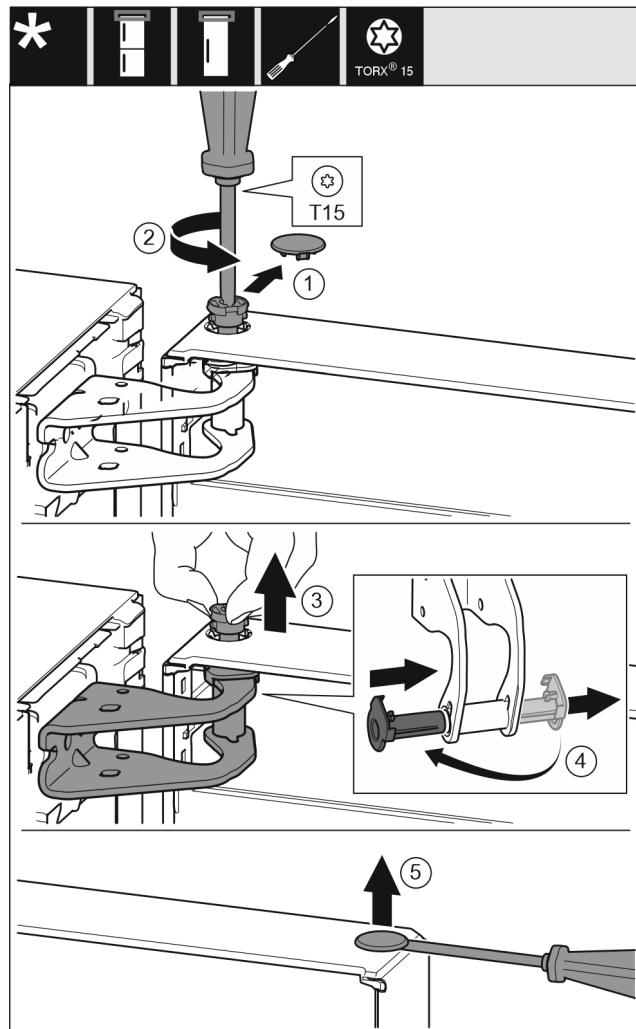

Fig. 9
- ▶ Enlever délicatement le cache de sécurité. Fig. 9 (1)
- ▶ Dévisser légèrement le boulon avec un tournevis T15. Fig. 9 (2)
- ▶ Tenir fermement la porte et sortir le boulon avec les doigts. Fig. 9 (3)
- ▶ Tirer la douille de palier en dehors du guide. La mettre de l'autre côté et l'enclencher. Fig. 9 (4)
- ▶ Soulever délicatement le bouchon en dehors de la douille de palier de porte avec un tournevis plat et le sortir. Fig. 9 (5)